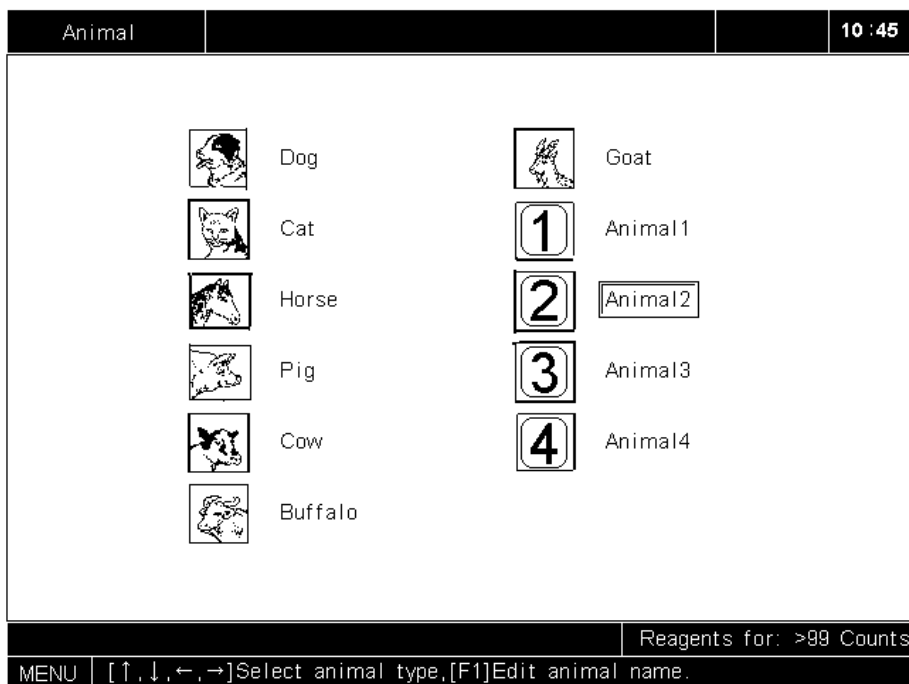

Abbildung 6-2 "Tier"-Anzeige
75. **WÄHLEN** Sie "Tier" **AUS**, um die "Tier"-Anzeige aufzurufen, wie in Abbildung 6-2 dargestellt.